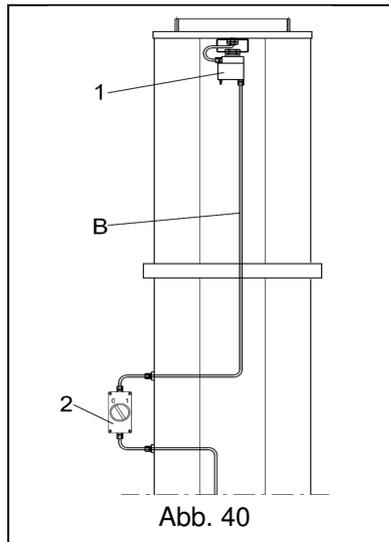

Abb. 40
2. Das längere Kabel des rotierenden Kollektors **1** Kabel **B**, an den Hauptschalter **2** anschließen. (Abb. 40)